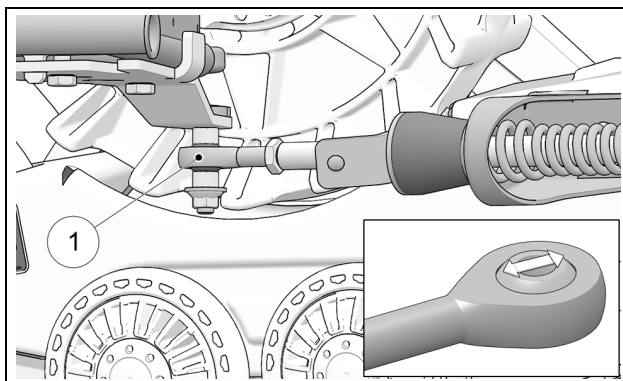

Figure 37
Vérifier l'usure du joint à rotule (1) au bras stabilisateur pour s'assurer qu'il n'est pas bloqué ou qu'il n'y a pas de jeu excessif. Figure 37.